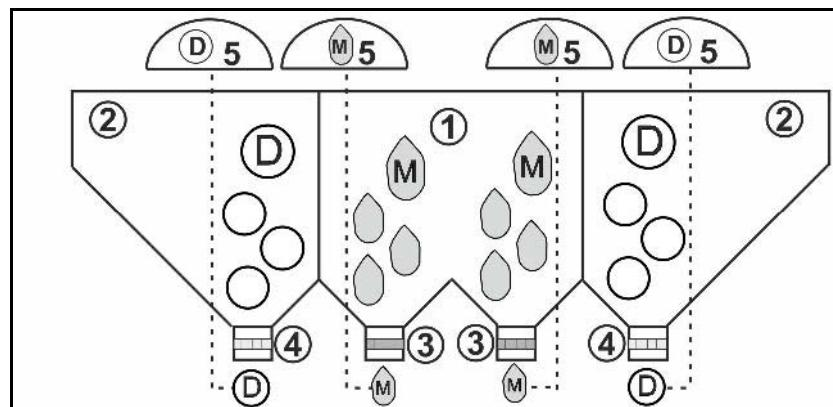

Рис. 29
- Для посева используйте внешние секции бункера (Рис. 29/2) с двумя внешними дозаторами (Рис. 29/4) и распределителями.
- Для внесения удобрения используйте среднюю, меньшую по размеру секцию (Рис. 29/1) бункера с двумя средними дозаторами (Рис. 29/3) и распределителями (Рис. 29/5).
- Установите на дозаторы подходящие дозирующие катушки для кукурузы (Рис. 29/3) и удобрений (Рис. 29/4).